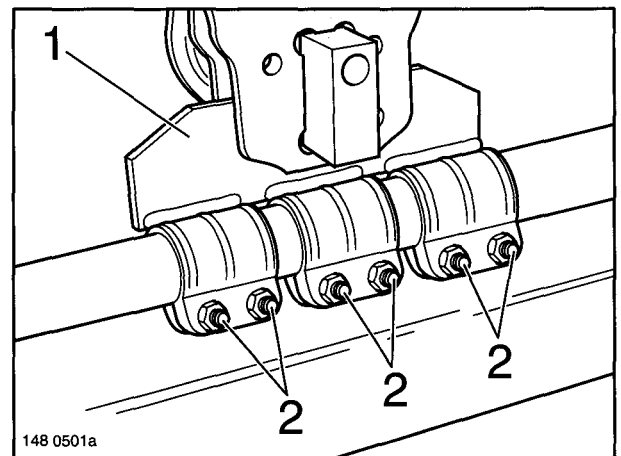

Fig. 9
- (6) Move the diaphragm cylinder of the steering lock with compressed air. Slide the locking plate (Fig. 9/1) to the middle of the track rod and, with the shaft thrust ring in the zero position, align it exactly with the locking block of the diaphragm cylinder. Vent the diaphragm cylinder. Adjust the locking plate in the bracket and in relation to the locking block for smooth movement. Tighten the locking screws (Fig. 9/2) of the clamps to the specified torque (see operation 5).
- (7) Re-fit any brake cylinder base plates that may have been removed, see chapter 4.
- (6) Mettre sous pression le vase à diaphragme du blocage de direction. Faire glisser la tôle de blocage (figure 9/1) au centre de la barre d'accouplement et la rondelle à came du pivot étant à zéro, placer la tôle de blocage exactement face à la targe de blocage du cylindre à diaphragme, en s'assurant de la mobilité de cette targe. Serrer les vis de sûreté (figure 9/2) des colliers au couple prescrit (voir le point 5).
- (7) Le cas échéant, reposer les flasques des cylindres de roue précédemment déposés, voir chapitre 4.
- (6) Membranzyylinder der Lenksperre mit Druckluft beaufschlagen. Sperrblech (Fig. 9/1) zur Mitte der Spurstange schieben und bei Nullstellung der Wellendruckscheibe genau auf den Sperrklotz des Membranzyinders ausrichten. Membranzyylinder entlüften. Sperrblech in der Konsole und zum Sperrklotz freigängig ausrichten. Sicherungsschrauben (Fig. 9/2) der Klemmschellen mit dem vorgeschriebenen Anziehdrehmoment (siehe Arbeitsschritt 5) festziehen.
- (7) Eventuell abgebaute Bremszylinder-Grundplatten wieder anbauen, siehe Kapitel 4.